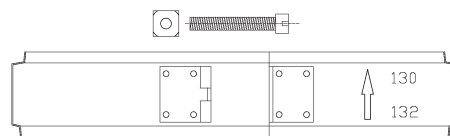

Fig.2
- Dopo aver innestato due elementi, montare e serrare meccanicamente la fascetta di sicurezza sulla parete esterna, assicurandosi che la vite sia ben serrata (8 N•m). Su ogni fascetta sono riportati 2 numeri indicanti il diametro esterno del profilo; la fascetta è montata correttamente quando il valore maggiore tra i due è posizionato verso il basso **(Fig. 2)**.